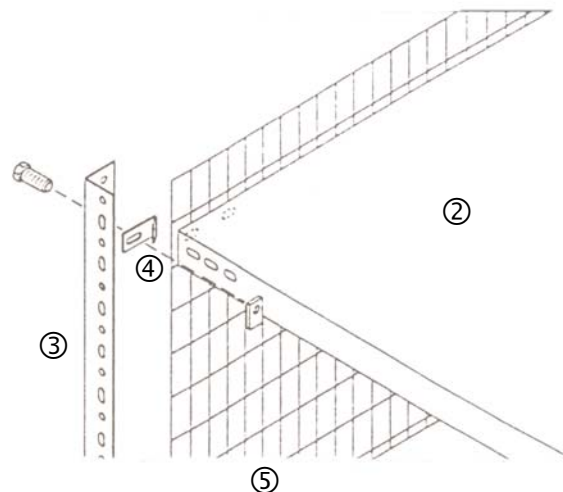

Abb. 2
2.2 Je eine Gitterlasche ④ links und rechts direkt unter dem obersten Fachboden ② mit dem Winkelpfosten ③ lose verschrauben (Abb. 2).
- 5.2 Das Winkelprofil ① in der gewünschten Höhe in Tiefenrichtung mit den beiden linken Winkelpfosten ② verschrauben (Abb. 2).